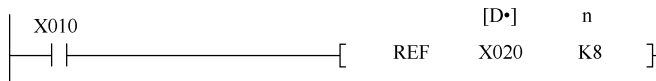

图 5-50 REF 指令的应用格式
REF 是 I/O 立即刷新指令，16 位操作指令为 REF、REF (P)。指令功能是将目标元件为首地址的连续 n 个元件状态刷新。目标元件只能是 X、Y，且首地址为 10 的倍数，n 为 8 的倍数。图 5-50 所示为 REF 指令的应用格式。